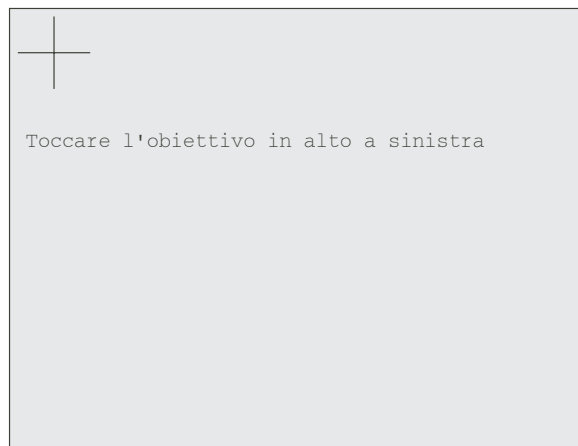

Figura B1.4.1 Schermata iniziale di calibrazione
1. Premere il pulsante "Calibrazione touch screen" per richiamare la prima schermata di calibrazione, come illustrato nella figura B1.4.1